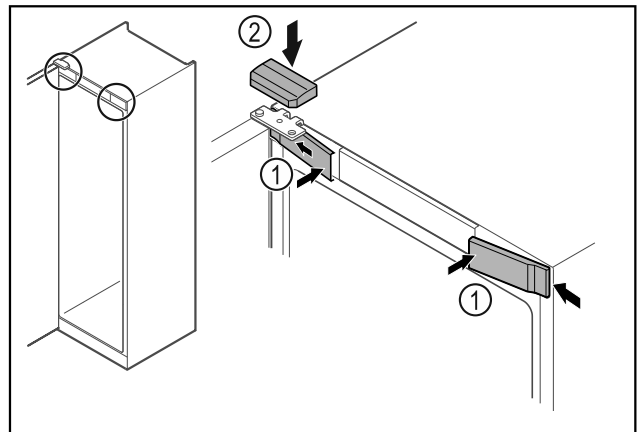

Fig. 27
- ▶ Передні кришки Fig. 27 (1) зачепити збоку та зафіксувати.
- ▶ Зафіксуйте верхню кришку Fig. 27 (2) зверху.